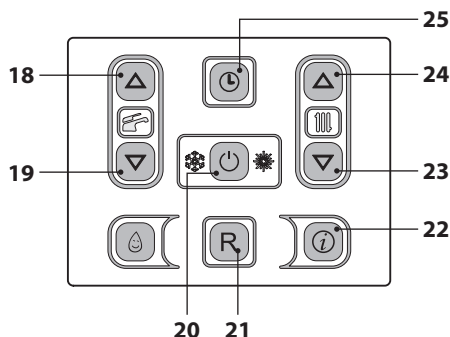
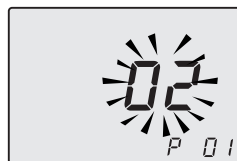
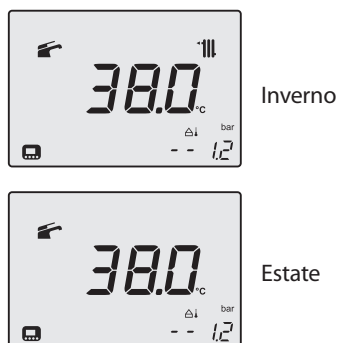

Figura 9.22
Figura 9.23
Figura 9.28
- Entrare in "modalità programmazione" premendo contemporaneamente per 10 secondi i tasti 20 - 23 - 24 (Figura 9.22) fino a far apparire sul display LCD le lettere **P01** e il valore del parametro, indicanti l'entrata nel "parametro 01" (Figura 9.23).
- Premere contemporaneamente i tasti 23 e 24 (Figura 9.22) fino a far apparire sul display LCD le lettere **LP** che si alternano con il valore di temperatura dell'acqua di riscaldamento (es. **45**), indicanti l'entrata nell'attivazione della "funzione spazzacamino" alla potenza minima (Figura 9.24).
- Premendo il tasto 24 (Figura 9.22) è possibile variare la potenza in modalità spazzacamino: con visualizzazione sul display LCD delle lettere **hP** che si alternano con il valore di temperatura dell'acqua di riscaldamento (es. **32**), siamo in "funzione spazzacamino" alla potenza minima in riscaldamento (Figura 9.25).
- Ripremendo contemporaneamente per 10 secondi i tasti 20 - 23 - 24 (Figura 9.22) si esce dalla "modalità spazzacamino" e si ritorna allo stato di caldaia precedentemente impostato (Figura 9.28).